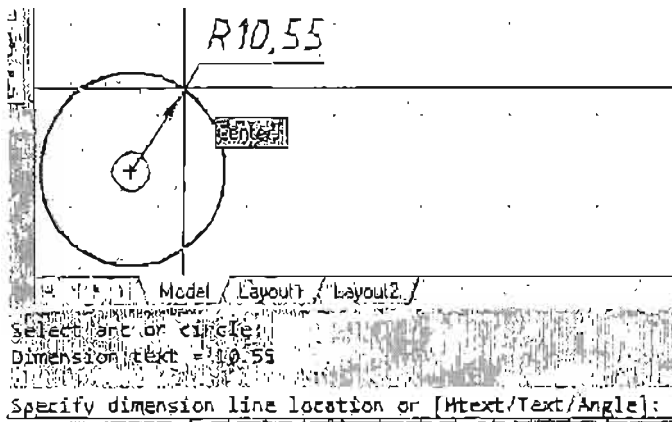

Рис. 3.34. Командная строка при простановке размера радиуса
3. Укажите курсором точку на окружности. В командной строке появится автоматически вычисленное значение радиуса выбранной дуги, предложение указать положение размерной линии и список опций команды (рис. 3.34).
Включите вместо привязки Center объектную привязку Tangent (Касательная) (см. рис. 3.34). Для этого уберите флажок у привязки Center и установите его у привязки Tangent.